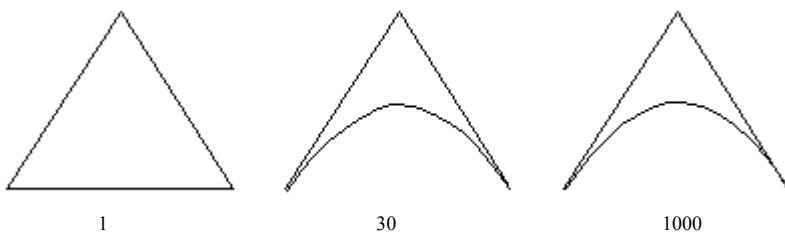

图 5.4.12 三角形网格 Jacobian Ratio
- 对于三角形单元, 每个三角形的中间点都在三角形边的中点上, 那么此时 Jacobian Ratio 为 1, 图 5.4.12 所示的 Jacobian Ratio 为 1、30、1000 时的三角形网格。